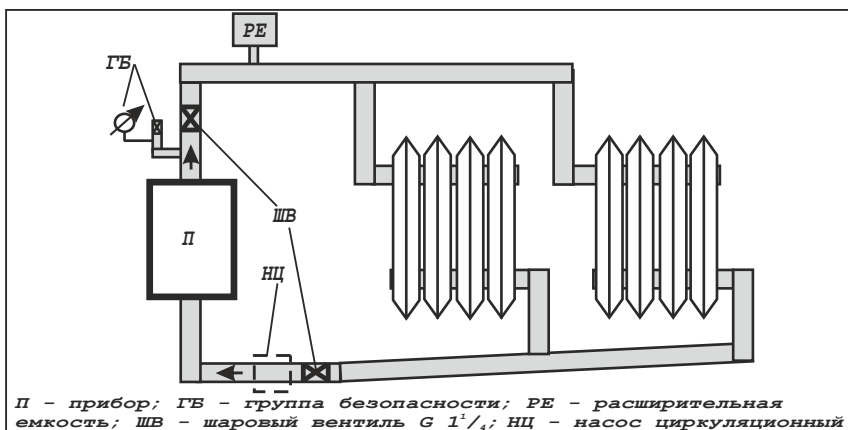

Рисунок 4 - Примерная схема системы отопления
5.9 **Внимание!** При эксплуатации прибора запрещается полностью или частично перекрывать шаровые вентили на входе и выходе из котла (см. рисунок 4).